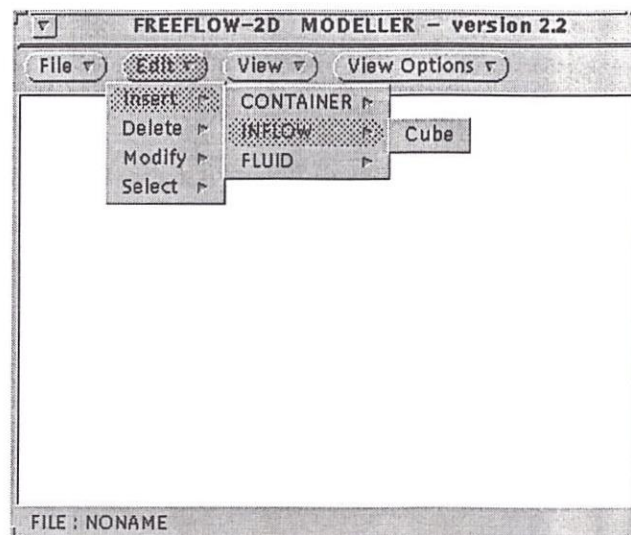

Figura 1.28: Opção do *Inflow*
- *Inflow*: pode se inserir um injetor do tipo *Cube*, como mostra a figura 1.28.